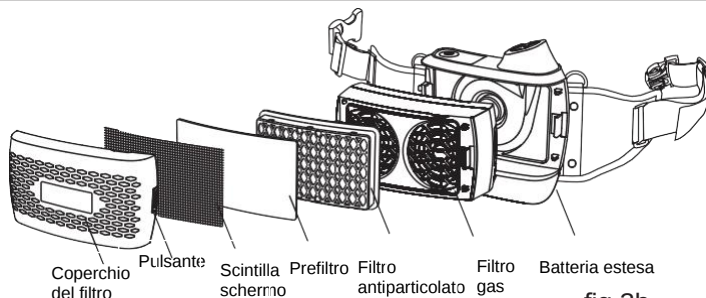

fig.2b
- Installare il filtro antiparticolato ed il filtro secondo quanto indicato in Fig. 2b.